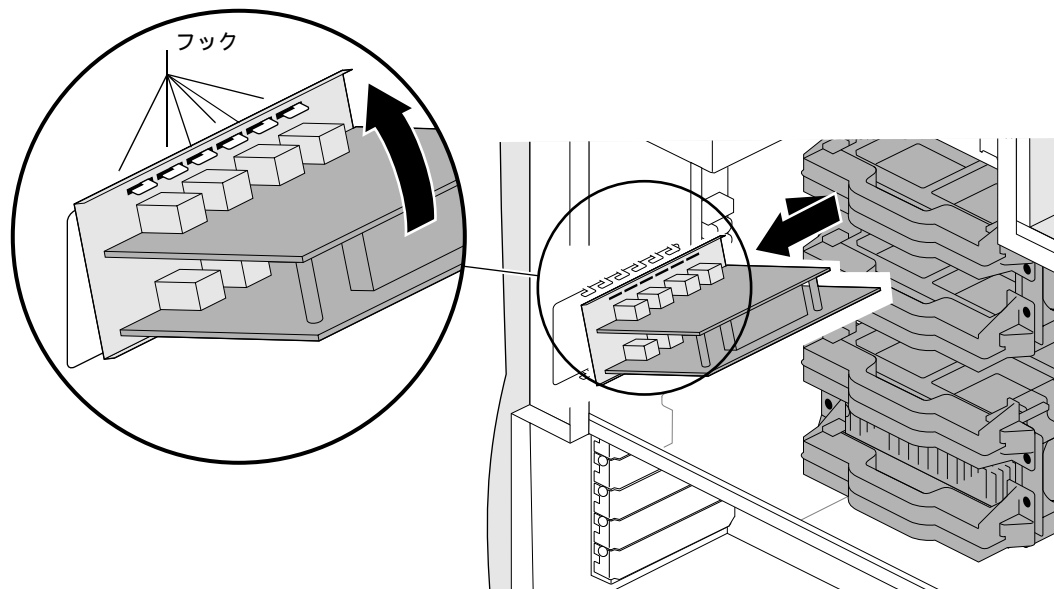

図 5-23 Silicon Graphics SD1100 カードの取り外し
9. Silicon Graphics SD1100 カードを手前に引いてから、I/O パネルのフックから外します (図 5-23)。